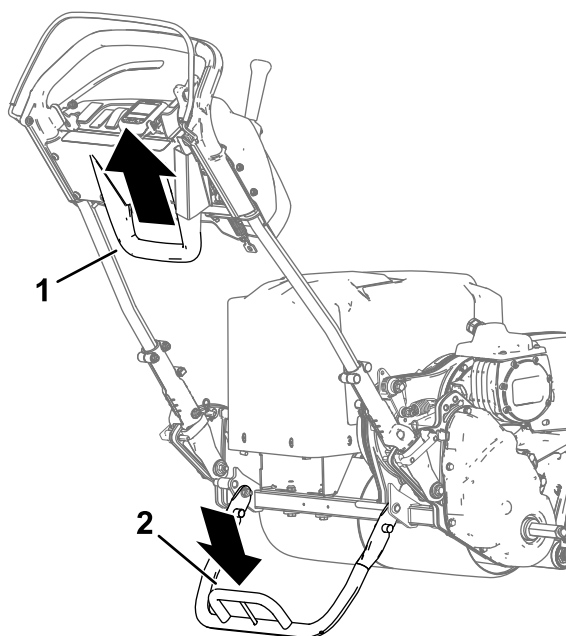

Figura 21
- Para utilizar o apoio para instalar as rodas de transporte, baixe o apoio para o solo e desça para o aro do apoio enquanto puxa e desloca para trás o manípulo central (Figura 21).